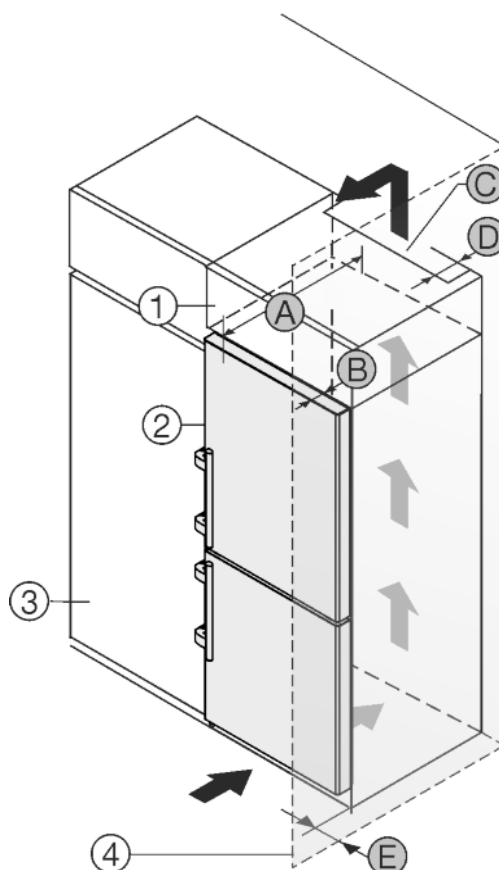

Fig. 12
Пристрій можна комбінувати з кухонними шафами. Для того, щоб пристрій Fig. 12 (2) вирівняти по висоті кухонної секції, на пристрій можна встановити антресольну секцію Fig. 12 (1).
Пристрій можна встановлювати безпосередньо поряд з кухонною шафою Fig. 12 (3). Для повного відкриття дверей пристрій повинен виступати на глибину Fig. 12 (B) відносно передньої панелі кухонної шафи. Залежно від глибини кухонних шаф та використання пристінних розпірок пристрій можна встановити так, щоб він виступав вперед.
- Задня сторона антресольної шафи повинна мати вентиляційний канал глибиною *Fig. 12 (D)* вздовж всієї ширини шафи.
- Під стелею приміщення слід дотримуватися поперечного перерізу вентиляційного відведення повітря *Fig. 12 (C)*.
Якщо пристрій з шарнірами встановлюється поряд зі стінкою *Fig. 12 (4)*, то між пристроєм та стінкою слід додержуватися відстані *Fig. 12 (E)*. Це відповідає виступу ручки при відкритих дверцятках.